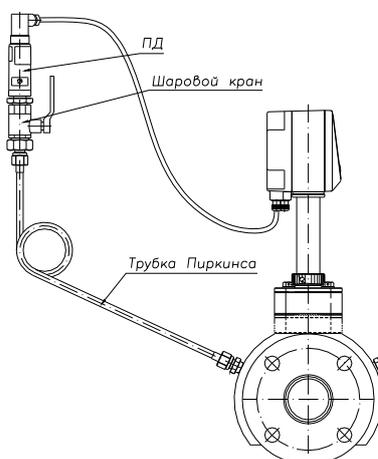

Рисунок 22 — Схема установки ПД на СУ
2.5.11 Преобразователи давления (ПД) подсоединяют к КВД сужающего устройства через трубку Пиркинса так, чтобы змеевик находился ниже ПД. Отверстие ПД в КВД СУ имеет конусную резьбу. Для удобства замены и поверки ПД подсоединяют через шаровой кран (см. рисунок 22). Шаровой кран в стандартную комплектацию не входит и приобретается заказчиком.